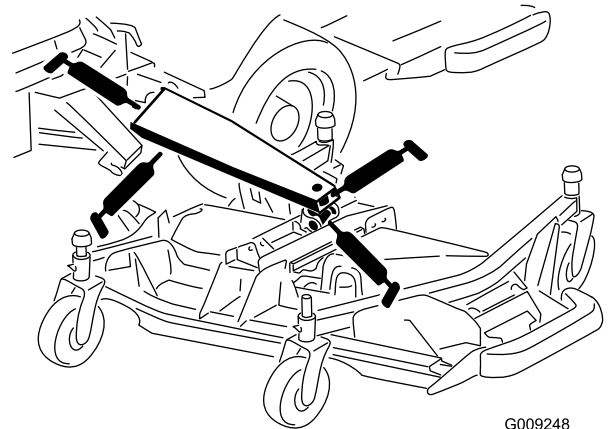

Figure 75
- 3 bagues de bras de levage principal (Figure 75)
- 1 bague de vérin de levage (Figure 75)